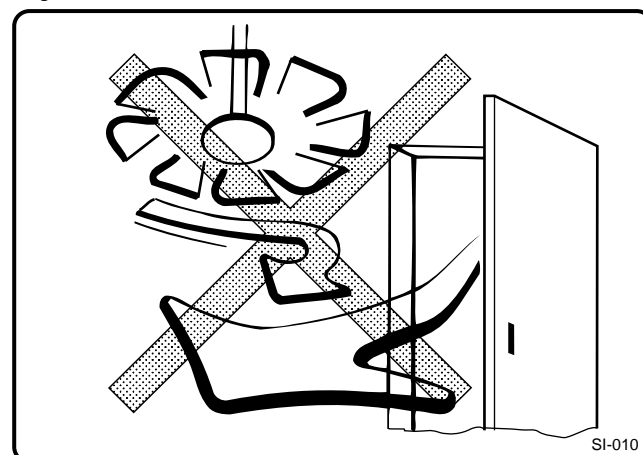

Fig. 3
- Los murales de refrigeración no deben exponerse a corrientes de aire de equipos de aire acondicionado/ventilación o de puertas abiertas (véase la fig. 3).
- A vitrine não deve ser exposta à corrente de ar de unidades de ar condicionado/ventilação ou portas abertas (ver fig. 3).
- Koeling niet in de tochtstroom van airconditioning, ventilatiesysteem of open deuren plaatsen (zie afb. 3).